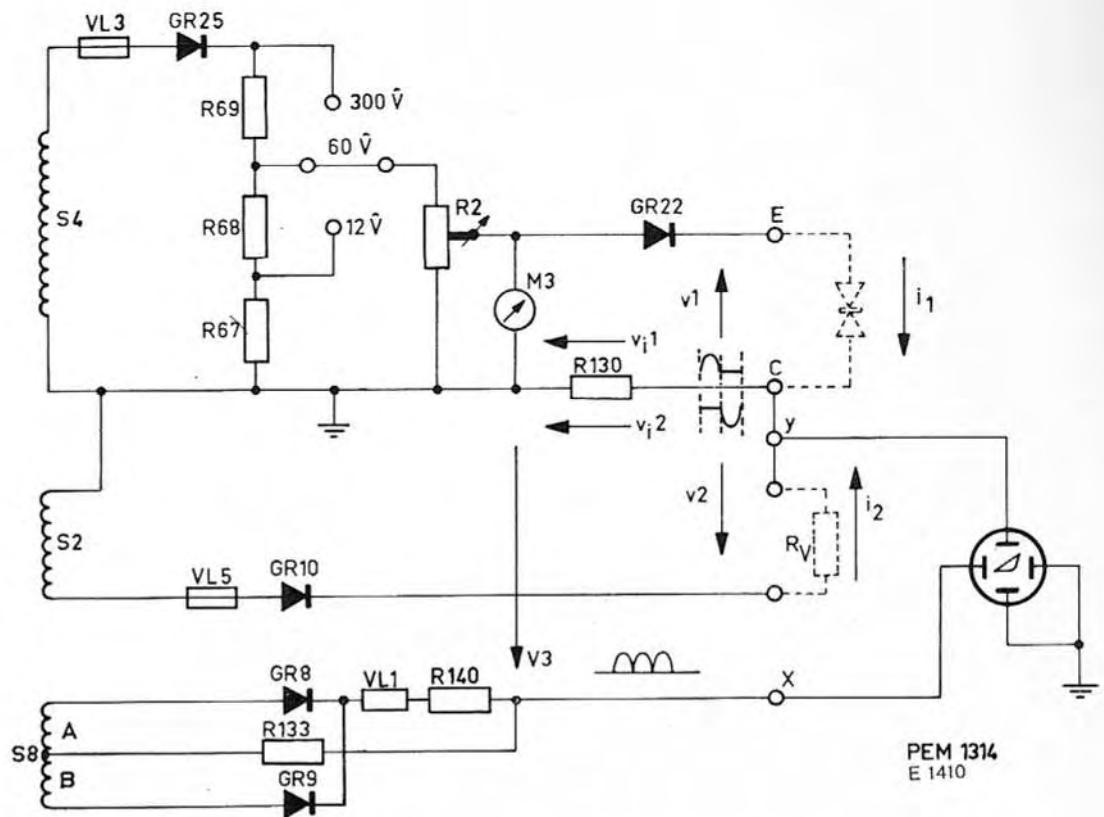
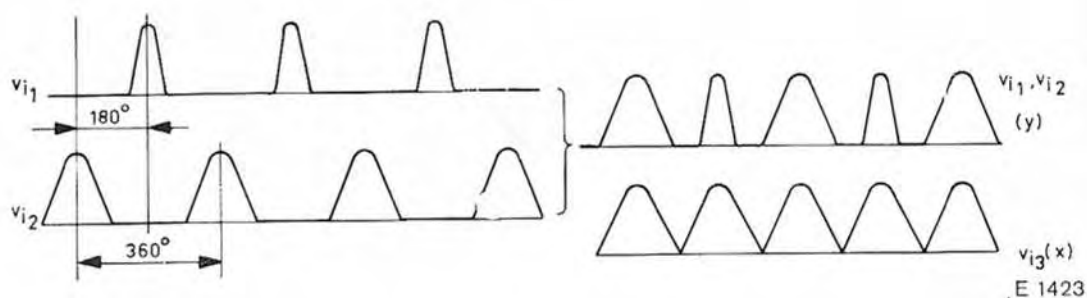

Fig. 14. Schéma de la source de tension demi-onde
Fig. 28. Tensions de déviations verticale et horizontale pour l'établissement des caractéristiques de disruption
Pour déterminer la caractéristique de disruption, on dispose de deux tensions demi-onde v_1 et v_2 ainsi que d'une tension sinusoïdale redressée v_3 . La tension v_1 est fournie par l'enroulement S4 et la diode GR25; le circuit en question est protégé par VL3. La tension v_2 est déphasée de 180° par rapport à la tension v_1 ; elle est fournie par l'enroulement S2 et la diode GR10. La protection est assurée par VL5. La tension sinusoïdale redressée v_3 se produit aux enroulements de transformateur S8A-B et aux diodes GR8 . . . GR9, le circuit est protégé par VL1 (fig. 14).
Pour connecter le PM 6505A à un oscilloscope cathodique, nous nous référons au mode d'emploi (fig. 7). La caractéristique de disruption d'une transition semi-conductrice est représentée, de la manière décrite ci-après, sur l'écran d'un oscilloscope cathodique (schéma de montage, fig. 14). La tension de disruption v_1 provoque, en combinaison avec la tension demi-onde v_{i2} déphasée de 180° , des chutes de tension dans la résistance de mesure R_{130} . La courbe qui résulte des deux tensions v_{i1} et v_{i2} (fig. 28) détermine la déviation verticale (Y) de l'oscilloscope. La déviation horizontale (X) est provoquée par la demi-onde sinusoïdale redressée.